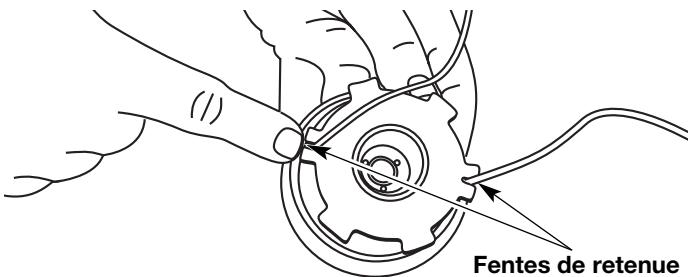

Fig. 23
12. Insérez les extrémités du fil dans les deux fentes de retenue (Fig. 23).